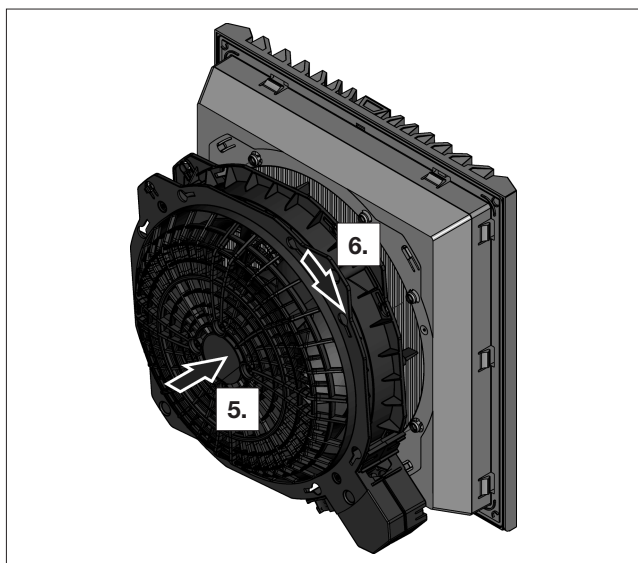

Fig. 12 : verrouillage de la fermeture à baïonnette
- Insérer à nouveau le bloc moteur du ventilateur dans le carter où est logé le filtre (voir fig. 12).